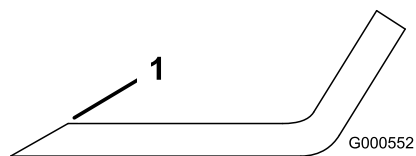

Figure 97
1. Au moyen d'une lime, aiguissez les tranchants à chaque bout de la lame (Figure 97).
**Remarque:** Si la lame est déséquilibrée, limez un peu l'extrémité de l'ailette seulement (Figure 97).